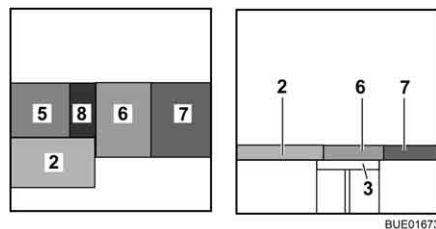

Bild 143 Nach dem Umbau
- Das Sitzpolster (Bild 143,7) in die Mitte legen.
- Das Rückenpolster (Bild 143,6) zwischen das Sitzpolster und die Wand legen.